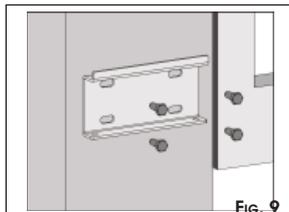

Fig. 9
- ③ Fissare la staffa posteriore nella posizione determinata precedentemente utilizzando quattro viti da M8. Durante il fissaggio rispettare l'orientamento di Fig. 9 e controllare l'orizzontalità della stessa con una livella.